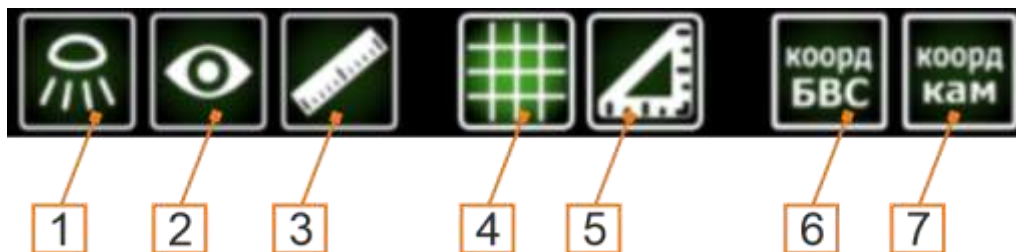

Рисунок 44 – Верхняя панель инструментов
Верхняя панель инструментов (Рисунок 44) включает в свой состав инструменты (кнопки):
- навигационные огни (Рисунок 44, поз. 1);
- центрирование БВС (Рисунок 44, поз. 2);
- линейка (Рисунок 44, поз. 3);
- сетка корректировочная (Рисунок 44, поз. 4);
- линейка поправок (Рисунок 44, поз. 5);
- кнопки быстрого доступа к функциям корректировки координат БВС в режиме полета по ИНС (Рисунок 44, поз. 6, поз.7).